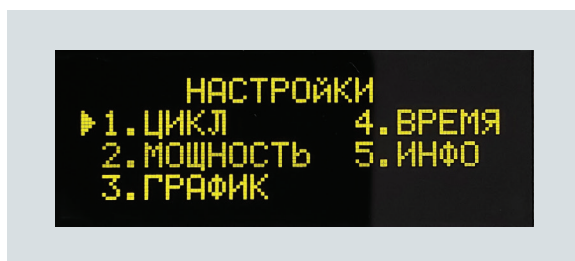

Рисунок 4 – Меню «Настройки» изделия
1.3.2.3. Настройки изделия (рисунок 4).